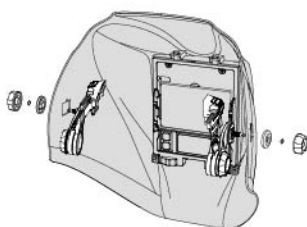

fig.14
- Coloque cada adaptador nos pontos de montagem do invólucro do capacete e aparafuse o botão de ligação principal até ficar seguro (ver fig. 14).